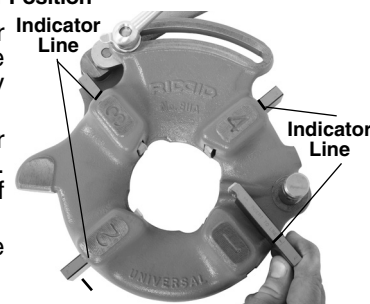

Figure 3 – Inserting Dies
4. Lift tongue of washer out of slot in size bar. Move washer to end of slot (*Figure 3*).
6. Insert appropriate dies into the die head, numbered edge up until the indicator line is flush with the edge of the die head (*see Figure 3*). Numbers on the dies must correspond with those on the die head slots. Always change dies as sets – do not mix dies from different sets.
- Levez la languette de la rondelle pour la déloger de la barre graduée et l'amener jusqu'à l'extrémité du logement (Figure 3).
- Insérez les filières appropriées (chiffre en haut) en les enfouissant jusqu'à ce que leur repère arrive à fleur du rebord de la tête (Figure 3). Les chiffres des filières doivent correspondre à ceux des logements correspondants de la tête de filière. Remplacez systématiquement le jeu de filières au complet. Ne mélangez pas les filières issues de différents jeux.